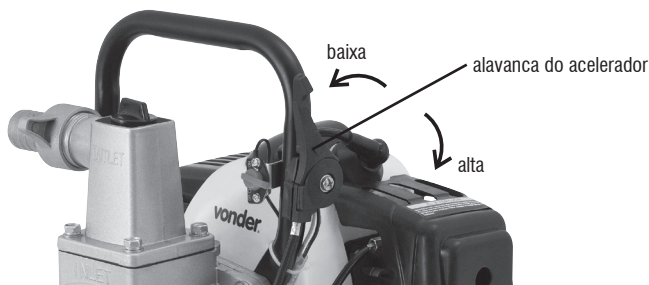

Fig. 8 – Acelerador
Ajuste a alavanca do acelerador para modificar a velocidade de funcionamento do motor, e conseqüentemente a vazão da água. Para obter um maior volume de água mova a alavanca para a posição alta, conforme necessidade (fig. 8).
- 5 – Movimento a alavanca do acelerador cerca de 1/3 para a posição alta (MÁX) (fig. 8);
- 9 – Após ligar o motor, mova a alavanca do acelerador para a posição alta (MÁX) (fig. 8) para iniciar a sucção da água. A vazão da água é controlada através da rotação do motor. Para aumentar a vazão coloque a alavanca do acelerador para a posição alta (MÁX) e para diminuir a vazão coloque a alavanca do acelerador para a posição baixa (MÍN).
- 1 – Diminua a rotação do motor, deslocando a alavanca do acelerador para a posição baixa (MÍN) (fig. 8);